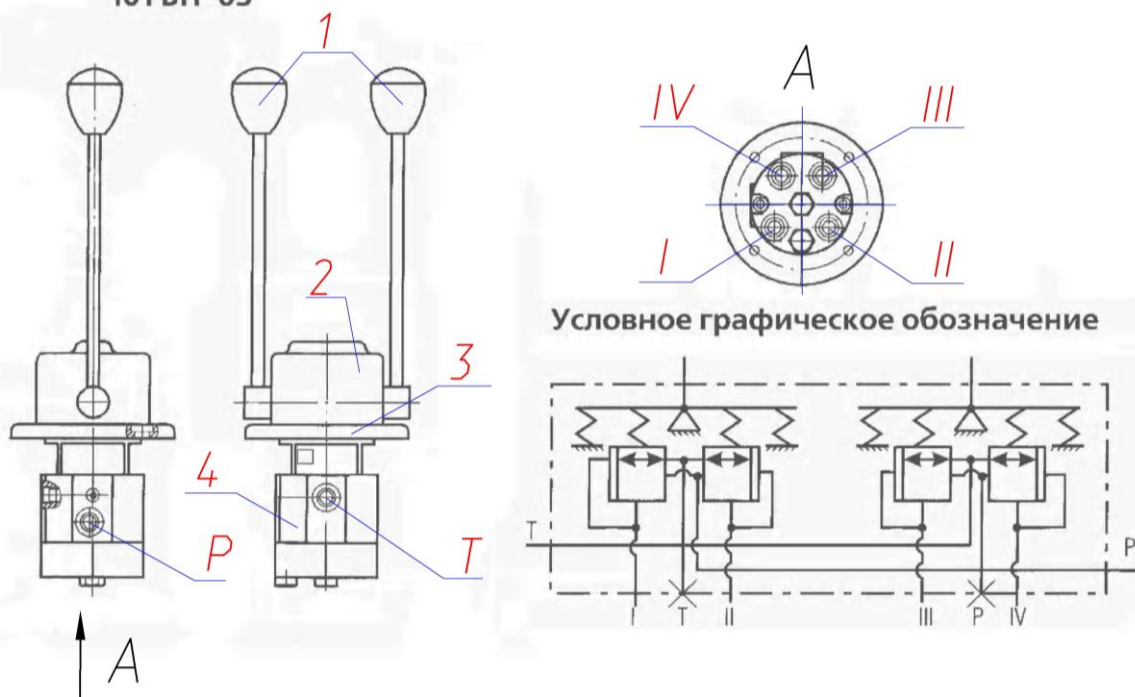

Рис. 10.8.2 Блок управления с двумя рычагами и шариковым фиксатором
2. Блок управления 101BH-03 (рис. 10.8.2) - двухзолотниковый с двумя рычагами управления. Имеет функцию фиксации рычагов в крайних и нейтральных положениях с помощью шарикового фиксатора. Данный блок управления используется при включении хода экскаватора вперед-назад, одной рукояткой рис.4.1.1 поз.2, а другой - включается добавка хода или (при наличии в исполнении экскаватора) гидромолота рис.4.1.1 поз. 14. На экскаваторе E130W данный блок управления фирмы ОАО «ПНЕВМОСТРОЙМАШИНА». Запрещается нарушать целостность пломб и разбирать блоки управления. В случае неисправностей обращайтесь к представителям фирмы «ПНЕВМОСТРОЙМАШИНА» по указанным выше телефонам.